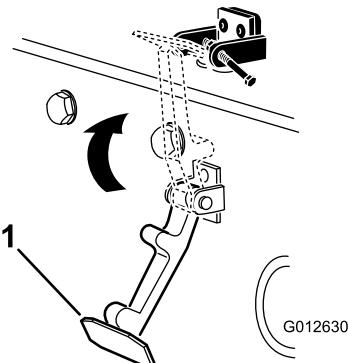

Figure 5
6. Accrochez le verrou sur son support (Figure 5).